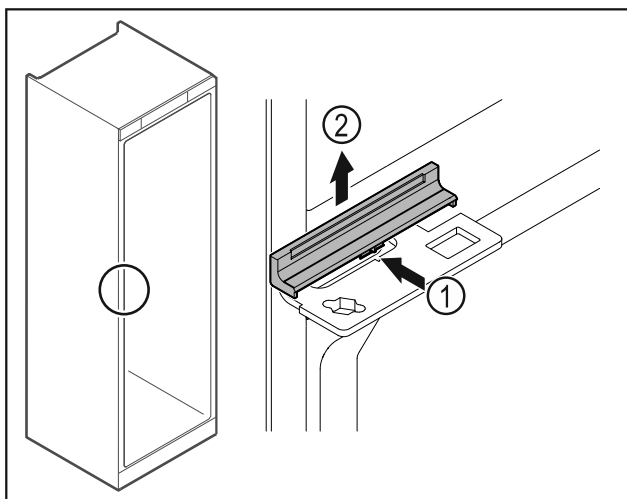

Fig. 43
- Afdekking Fig. 43 (1) in het midden iets indrukken en naar boven toe verwijderen Fig. 43 (2).